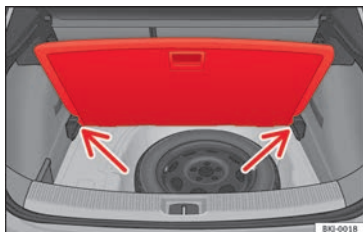

Abb. 167 Variabler Gepäckraumboden in gekippter Position.
- Heben Sie den variablen Gepäckraumboden am Haltegriff an (1), ziehen Sie ihn und drücken Sie ihn zur Rücksitzlehne, bis der Boden an der Scharnierlinie gefaltet wird und der bewegliche Teil des Bodens auf der Lehne ruht.
- Legen Sie den Gepäckraumboden auf die dafür vorgesehenen Aufnahmen » **Abb. 167** (Pfeile).